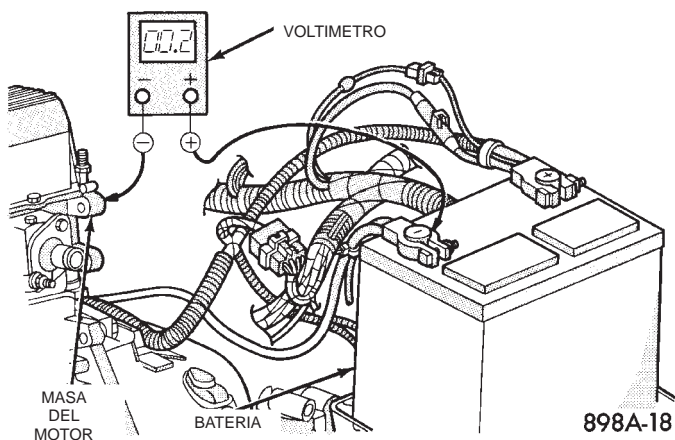

Fig. 13 Prueba de resistencia del circuito de masa—característica
(4) Conecte el voltímetro para medir entre el borne del terminal negativo de la batería y una masa limpia y buena en el bloque del motor (Fig. 13). Gire el interruptor de encendido a la posición START y manténgalo en esa posición. Observe el voltímetro. Si la lectura es superior a 0,2 voltios, limpie y apriete la fijación del cable negativo de la batería en el bloque del motor. Repita la prueba. Si la lectura sigue siendo superior a 0,2 voltios, reemplace el cable negativo de la batería defectuoso.